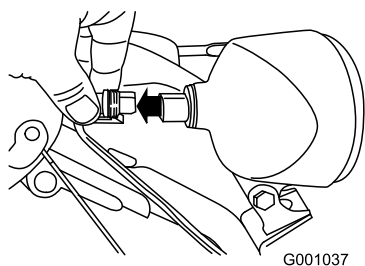

Figure 55
1. Débranchez le connecteur à l'arrière du phare (Figure 55).